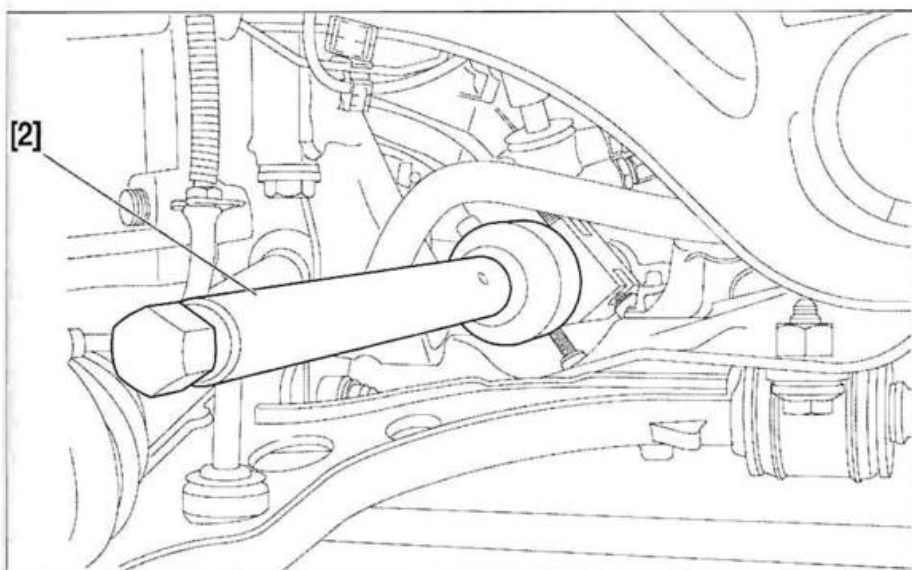

FIG. 12
- Desmontar la bieleta de dirección con el útil [2] (llave ref. 0721.A) (fig. 12).